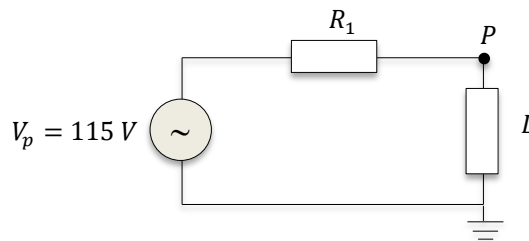

Figura 6 - Circuito *ca* RL série.
2. Para o circuito anterior, substitua o resistor R_2 por um indutor L de 245 mH e R_1 por 125 ohms, conforme Figura 6.